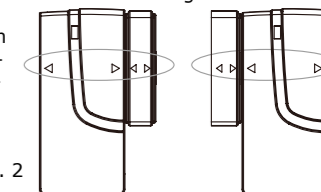

Abb. 2
- Stellen Sie sicher, dass die >/<-Markierungen an den Seiten von Sender und Magnet so übereinstimmen wie in Abb. 2 dargestellt.